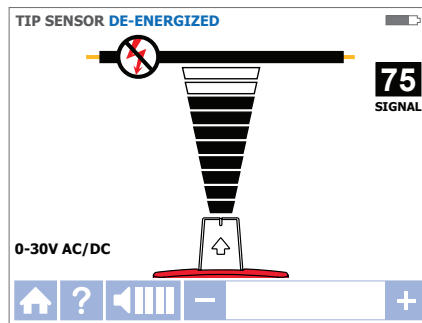

Abbildung 3.3c
2. Wählen Sie den spannungslosen SPITZSENSOR-Modus. Dazu wählen Sie diese Betriebsart mit den Richtungstasten aus, anschließend drücken Sie die gelbe ENTER-Taste. Ein Bildschirm wie in Abbildung 3.3c erscheint.